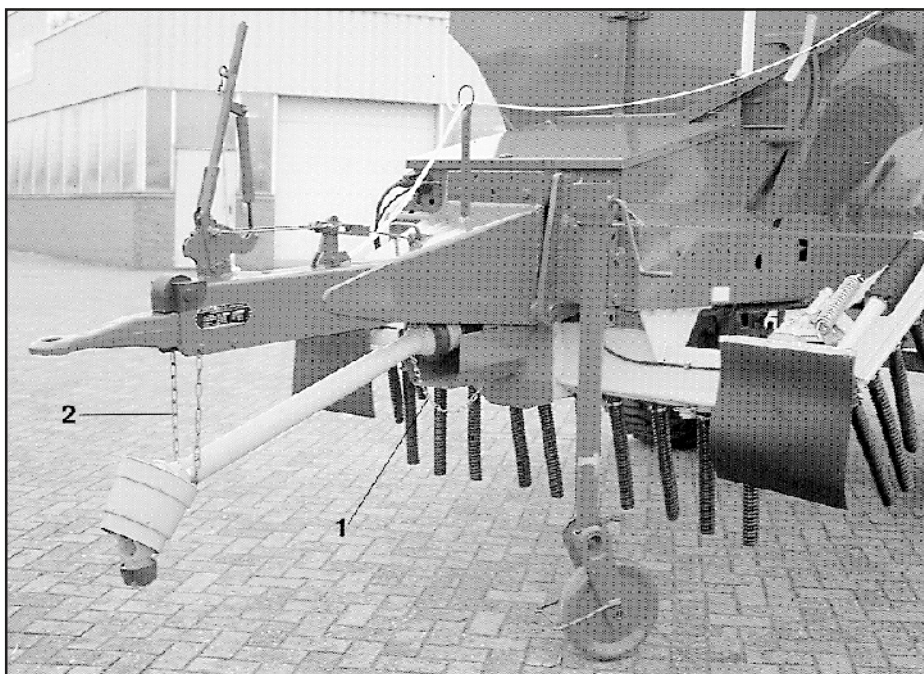

Рис. 4.14
4. Защитные трубки (кожухи) карданного вала имеют специальные удерживающие цепи (рис. 4.14/1), которые необходимо прикрепить к трактору и к разбрасывателю типа ZG-B. Удерживающие цепи предохраняют защитные трубки карданного вала от совместного вращения в момент работы карданного вала. Зацепите удерживающие цепи за специально предусмотренные для этой цели отверстия таким образом, чтобы с одной стороны, была обеспечена достаточная свобода колебаний карданного вала во всех рабочих положениях, а с другой стороны, чтобы защитные трубки не вращались во время работы вместе с рабочим органом карданного вала.
Подвесьте карданный вал на цепи (рис. 4.14/2).